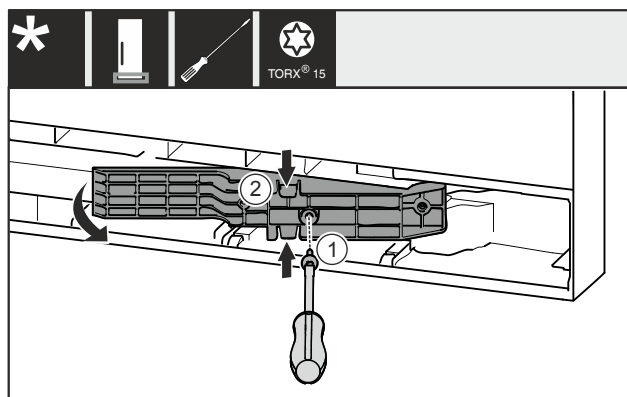

Fig. 12 *
- ▶ Зніміть гвинт Fig. 12 (1)*
- ▶ Злегка притисніть деталь адаптера Fig. 12 (2) вгору та внизу й витягніть її.*